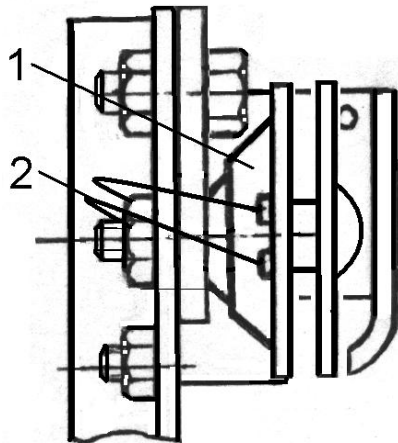

Рисунок 18– Установка звукового сигнала:
- Звуковой сигнал (рисунок 18) и подсоединить провода согласно схеме электрооборудования (рисунки 61 и 62).